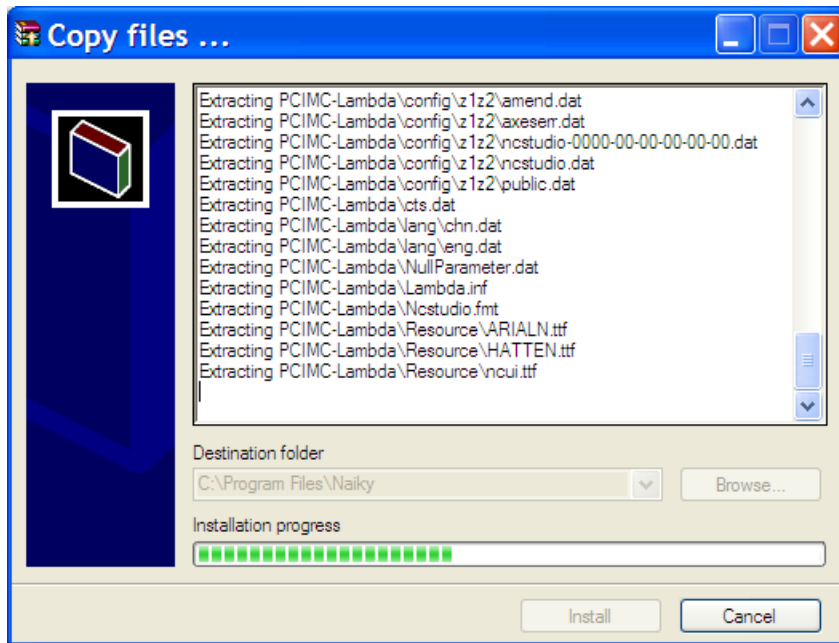
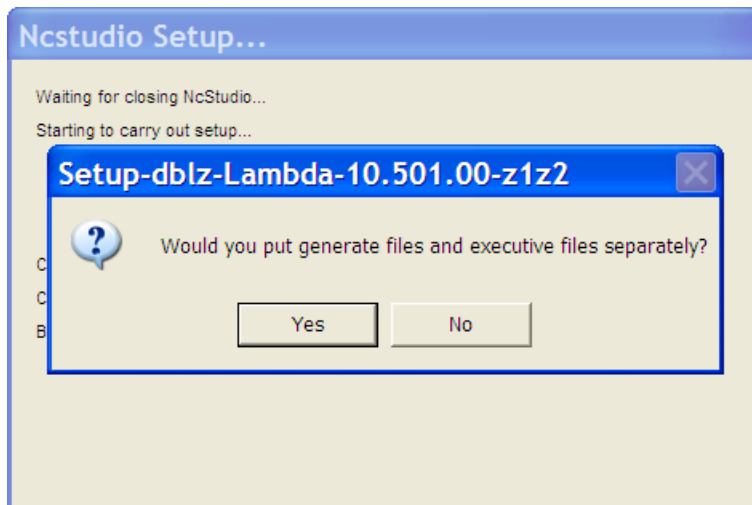

Рис. 1-4 Установка
Рис. 1-5 Запрос на указание местоположения файла (рекомендуется [Нет])
5) Начинается установка. Система NcStudio будет установлена в каталог *C:\Program Files\Naiky* по умолчанию. Прогрессирующая картинка показана на рис. 1-4. При этом появится диалоговое окно с предложением пользователь решает, следует ли размещать сгенерированные файлы и исполнительные файлы вместе или по отдельности, см. Рис. 1-5. Здесь рекомендуется [Нет]. Следующее диалоговое окно, которое появится, предлагает выключить